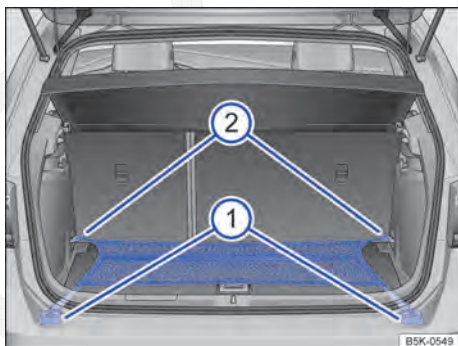

Fig. 98 No compartimento de bagagem: rede para bagagem presa de forma plana.
- Se for o caso, rebater o olhal de amarração dianteiro para fora ⇒ Fig. 98 ②.
- Prender os ganchos da rede para bagagem nos olhais de amarração ② ⇒ ⚠. O zíper da rede para bagagem deve estar voltado para cima.
- Prender o gancho da rede para bagagem nos olhais de amarração ①.